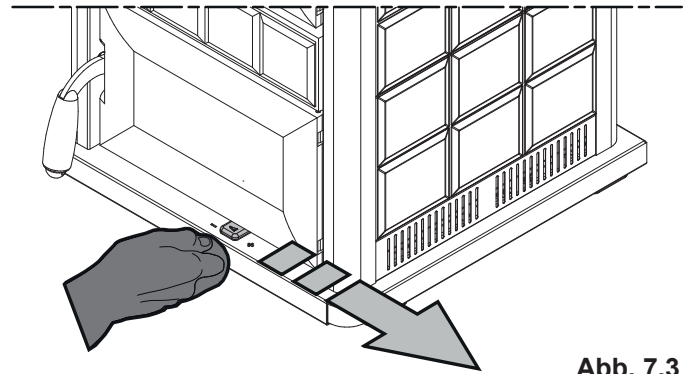

Abb. 7.3
- Die Regulierung der Primärluft vollkommen öffnen und dazu den Hebel (A) ganz nach rechts drehen (**Abb. 7.3**);